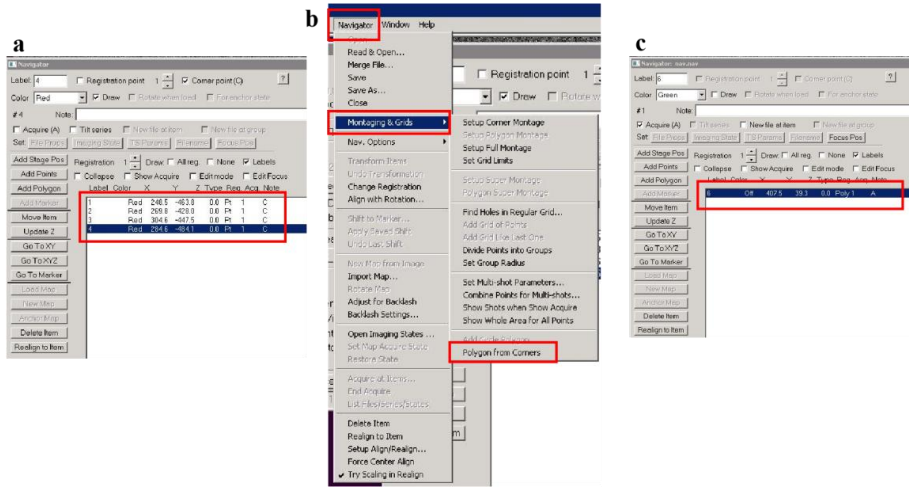
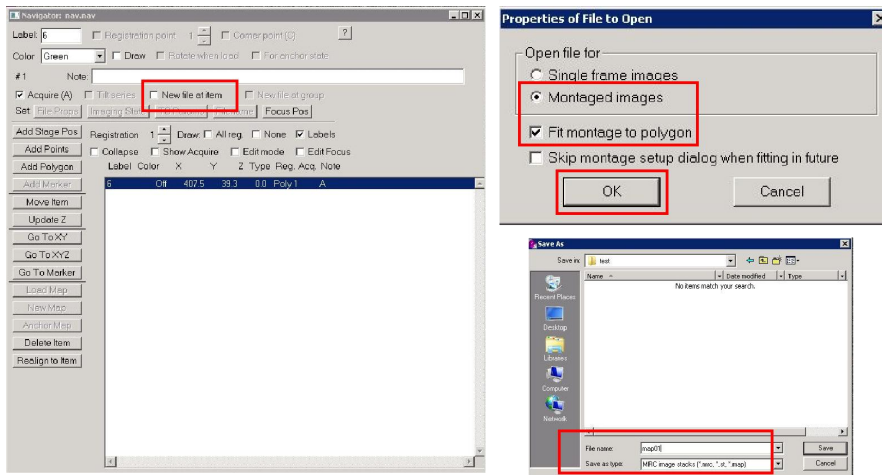

图 22
图 23
③如图 22 所示, 点击 Navigator—Montaging&Grads—Palygon from corners(合并四角) — Yes, 生成 poly。
④重复②-③步, 直至将所有 Add 的 Square 位置设置完成。
⑤如图 23 所示, 在所有合并完的 Square 的 Poly 后, 通过点击键盘字母 A 添加 A 标识 (也可勾选 Acquire)。
⑥从第一个 Poly 开始将所有的 Poly+F, 即点击 New file at item. 在窗口中选择 Montaged images 和 fit montage to polygon—如图 23 所示。
⑦设置 map 的参数, 一般取默认参数, 点击 OK-OK, 如图 23 所示。